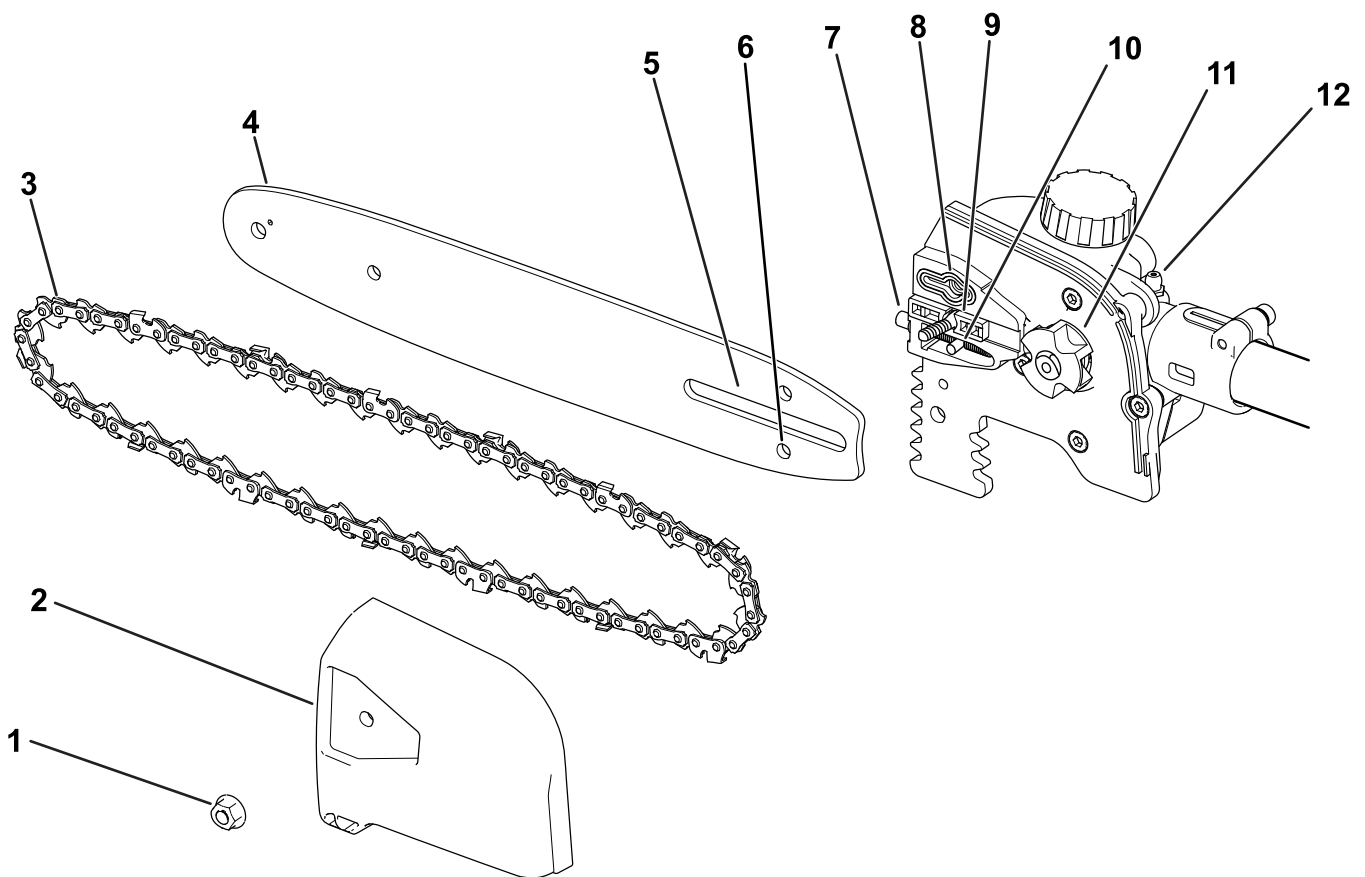

Figura 3
2. Retire la cubierta lateral; gire el tornillo de la cubierta en sentido antihorario hasta que el tornillo quede libre, y luego retire la cubierta lateral (Figura 3).
5. Coloque el bucle abierto de la cadena (la parte que no está montada en la espada) alrededor del piñón de arrastre de la sierra de pértiga (Figura 3).
**Importante:** Asegúrese de introducir el espárrago de ajuste de la cadena en la ranura del espárrago de ajuste de la cadena de la espada (Figura 3).